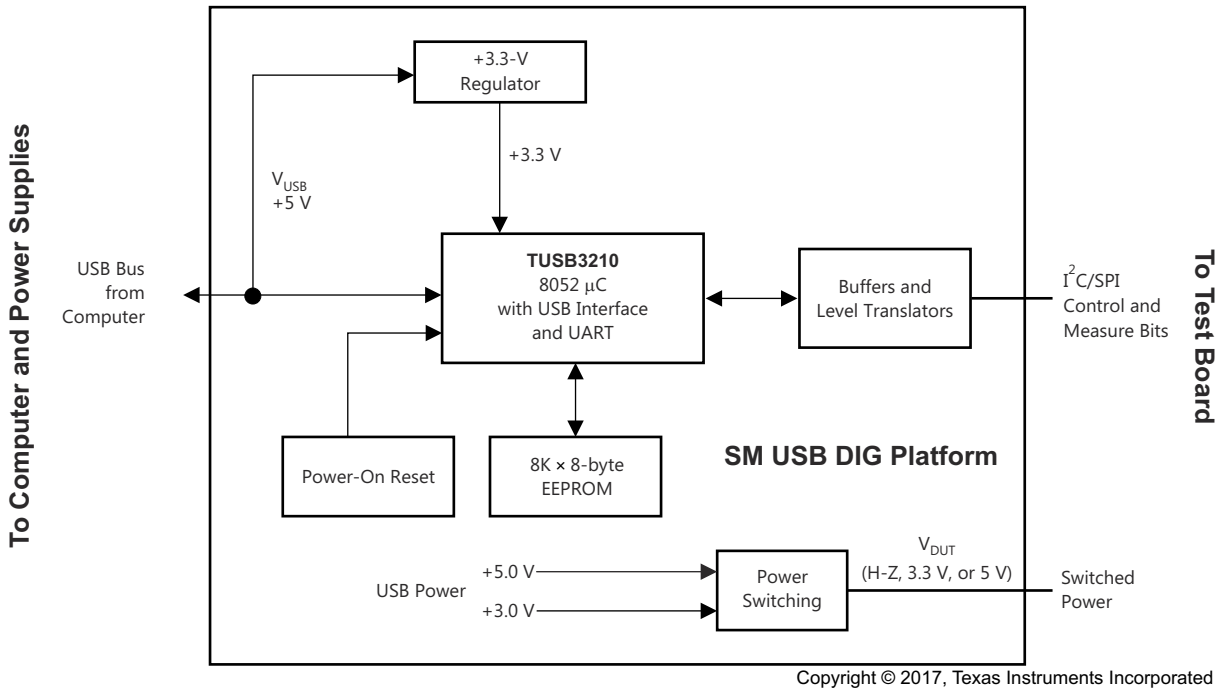

图 2-4. SM-USB-DIG 平台工作原理
图 2-4 显示了 SM-USB-DIG 平台的方框图。此平台是一种通用数据采集系统，用于其他德州仪器 (TI) 评估模块。USB DIG 平台运行的详细信息包含在一个单独的文档中 (可从 [www.ti.com](http://www.ti.com) 下载)。图 2-4 中显示的方框图简要概述了该平台。TUSB3210 是 SM-USB-DIG 平台的主控制器件。